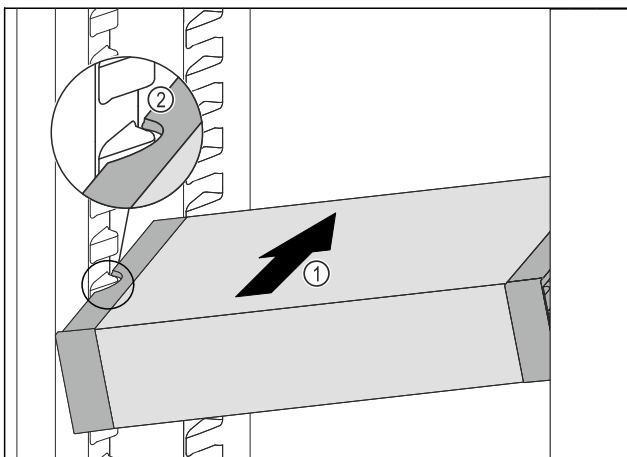

Fig. 239
- VarioSafe schräg in das Kühlteil einschieben Fig. 239 (1), bis sich die seitlichen Aussparungen Fig. 239 (2) des VarioSafes auf Höhe der Behälterrippe im Kühlteil befinden.